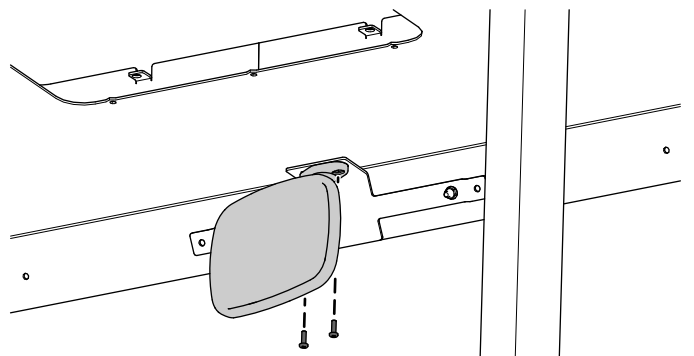

Figura 6
3. Fissate lo specchietto al supporto dello specchietto utilizzando 2 viti Phillips (n. 10 x $\frac{5}{8}$ "), come illustrato nella Figura 6.